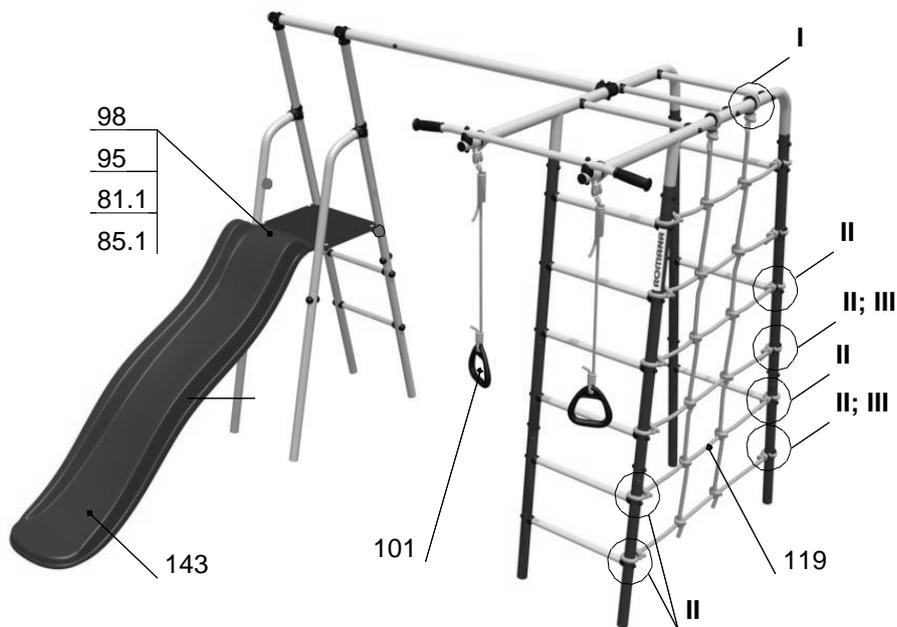

Рис.11
- 10.4.2 Установить сетку для лазания поз.119 (рис. 11; 12). Максимальная нагрузка на сетку – 50 кг.